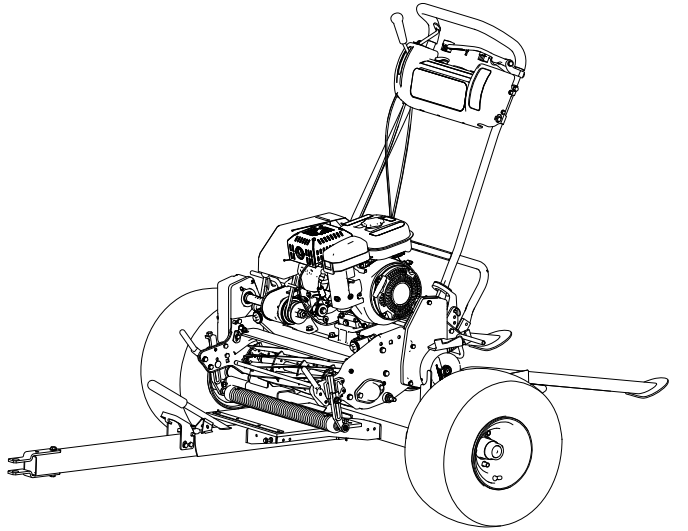

**Figura 11**
1. Controle la posición de la plataforma del remolque y sujete bien la palanca, luego presione hacia abajo sobre el conjunto de enganche y la palanca de elevación (Figura 11). Baje la plataforma del remolque al suelo.
7. Presione hacia abajo sobre la palanca hasta que el remolque quede enganchado en el conjunto de enganche (Figura 11).